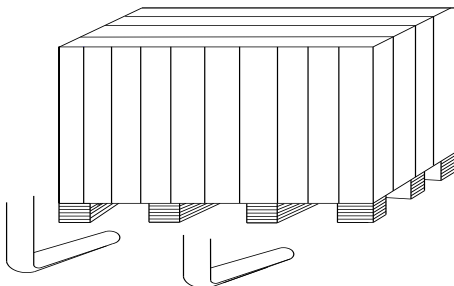

FIG3
4.1.1 Po upewnieniu się, że opakowanie maszyny jest idealne, możesz przenieść wyważarkę kół do miejsca instalacji. (Rys. 3). Wybór miejsca instalacji powinien spełniać następujące wymagania: Temperatura otoczenia 0°C,-50°C, wilgotność ≤85%, a miejsce instalacji, jak pokazano na rysunku4